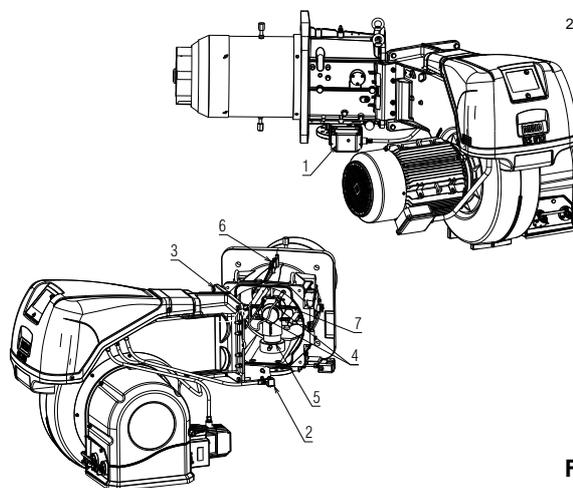

Fig. 17
- Abrir el quemador mediante la bisagra como indica la Fig. 17.